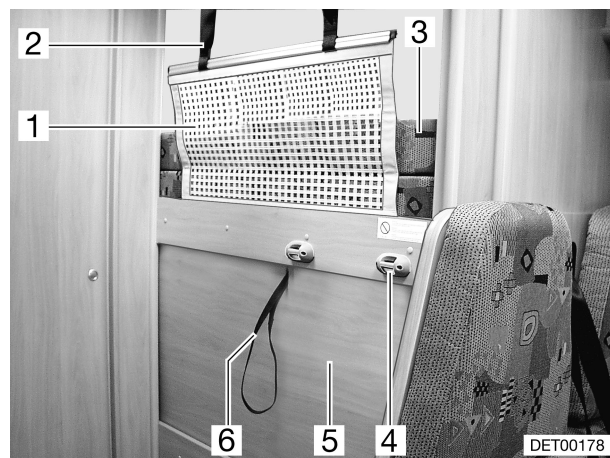

Bild 65 Etagenbett (Variante 2)
- An Schlaufe (Bild 65,6) ziehen und Bett (Bild 65,5) nach hinten kippen.
- Matratze (Bild 65,3) von oberem Bett nehmen und auf unteres Bett auflegen.
Zum Besteigen des oberen Betts die Aufstiegsleiter benutzen. Sie wird mit den Holmen in die Halterung (Bild 65,4) an der Bettkante eingehängt.
Das Sicherungsnetz (Bild 65,1) ist serienmäßig zwischen Matratze und Lattenrost verstaut. Das Sicherungsnetz erst aufspannen, wenn sich die Personen bereits im Bett befinden. Zum Aufspannen die Haltebänder (Bild 65,2) in die an der Decke angebrachten Halterungen einrasten.